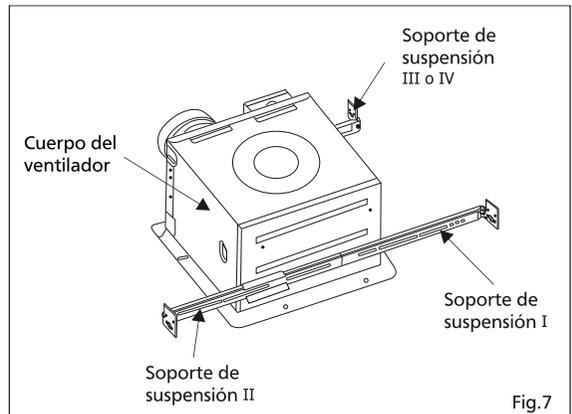

Fig.7
2. Inserte el soporte de suspensión I y II en el cuerpo del ventilador y soporte de suspensión III o IV en el adaptador. (Seleccione los orificios de conexión del soporte de suspensión que se indican a continuación) (Figs. 7 y 8)